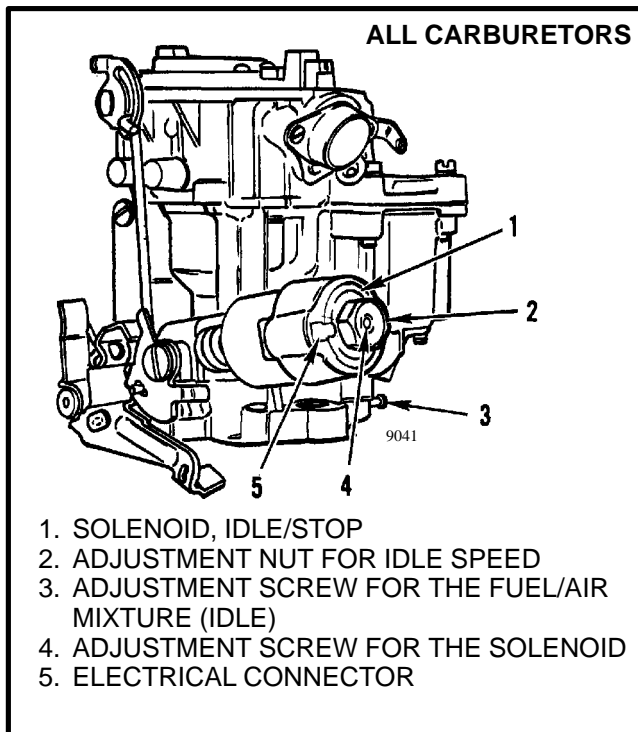

FIGURE 13. ADJUST THE IDLE SPEED
**ADJUST THE IDLE MIXTURE (See FIGURE 13.)**